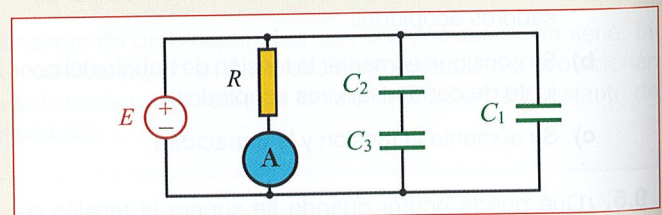

Figura 9.31.
9.4. La red de la Figura 9.31 se halla en régimen permanente de corriente continua. Los parámetros de los elementos pasivos valen: $R = 100 \Omega$, $C_1 = 4 \mu\text{F}$, $C_2 = 15 \mu\text{F}$, $C_3 = 10 \mu\text{F}$, y el amperímetro indica una lectura de 10 A. Determina: